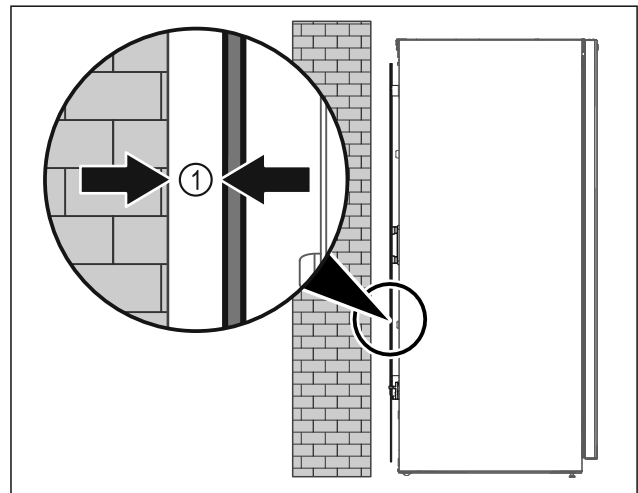

Fig. 49
- Gerät entweder frei im Raum oder direkt an einer Wand mit einem Mindestabstand von 5 mm Fig. 49 (1) aufstellen.